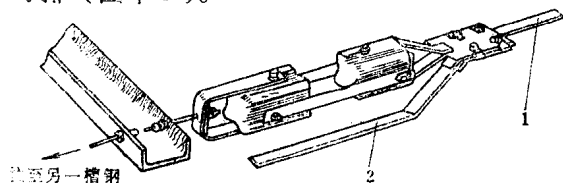

图 1-11
(8) 装另一终端母排:装至另一终端,将该终端调节螺母旋松至最大限度,仔细测量这里的一根母线的长度,然后拧松联接母排之间的搭接螺栓,取下母排锯断一部分,弯上翘弯头,再装上去即可。
(9) 终端拉紧装置:调节两终端的调整螺母、螺栓,适当拉紧母排。
(10) 安装中间拉紧装置:如果车间长度过长,则按设计要求应加装中间拉紧装置,如图1-11所示,两边各有一只拉紧装置。有